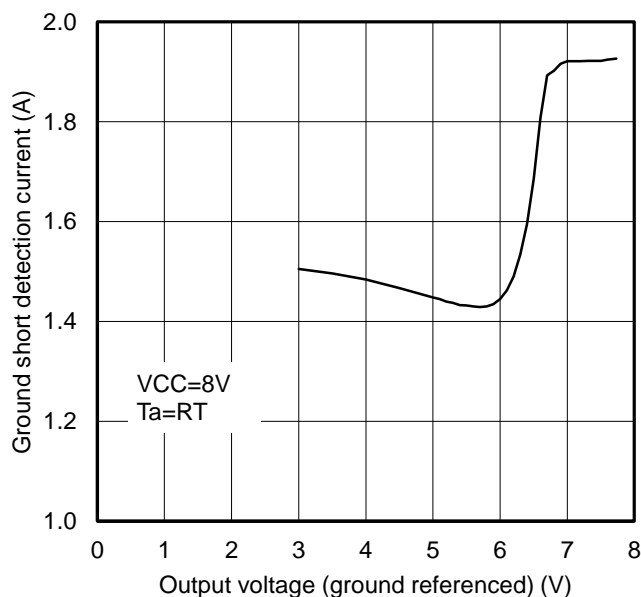

Figure 25. 出力電圧 - 地絡検出電流特性
- ・ SOURCE 側 POWER MOS が ON している時に地絡し、地絡時電流を検出すると地絡保護を行います。この時、出力はラッチ OFF します。なお、地絡検出電流は出力電圧に依存します。Figure 25.を参照してください。